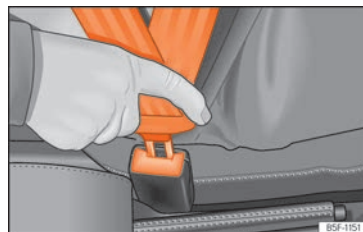

Abb. 10 Schlosszunge des Sicherheitsgurts in das Gurtschloss einstecken.
- Schloszunge fest in das zum Sitzplatz gehörende Gurtschloss stecken »» **Abb. 10**.